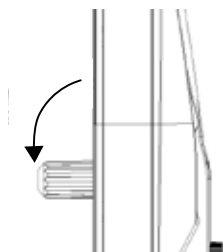

Fig.6
1. Kantel de CO₂ patroonhouder, die zich in het deksel bevindt, maximaal 90° naar beneden en schroef de behuizing los (Fig. 6).